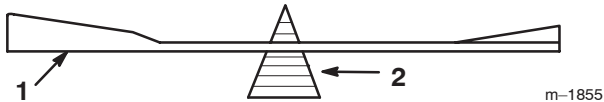

Figure 30
2. Vérifiez l'équilibre de la lame en la plaçant sur un équilibreur (Fig. 30). Si la lame reste horizontale, elle est équilibrée et peut être utilisée. Si la lame n'est pas équilibrée, répétez la procédure d'aiguisage du côté le plus lourd jusqu'à ce que la lame soit équilibrée.